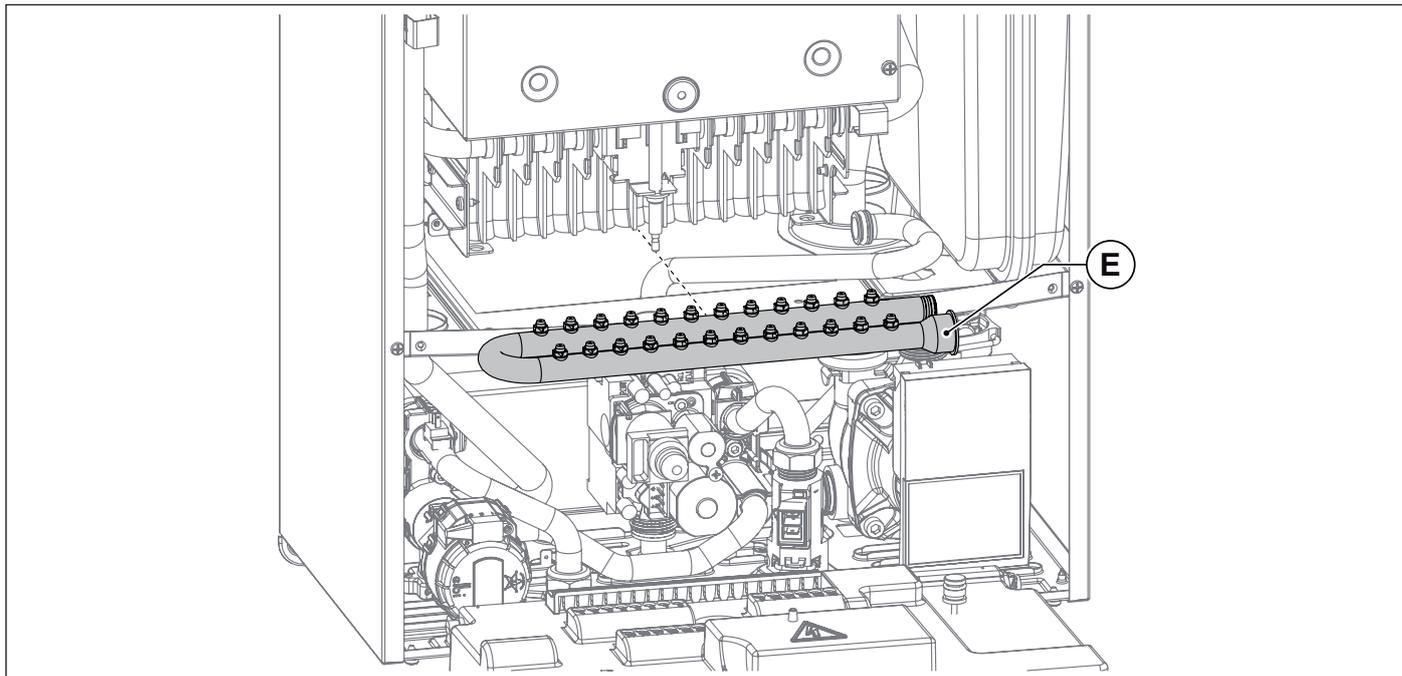

Fig. 16 Collettore gas
- Rimuovere il collettore del bruciatore **E** e sostituirlo con quello corrispondente al nuovo tipo di gas (vedi Fig. 16 Collettore gas).